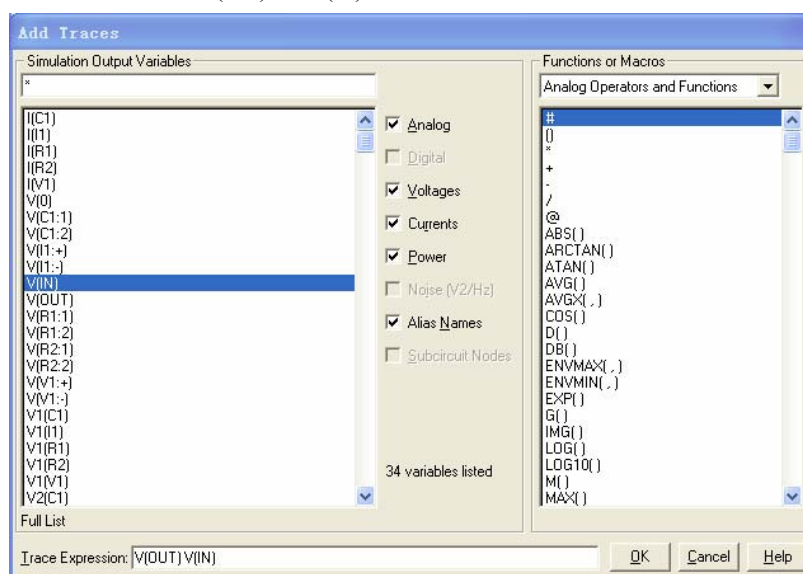
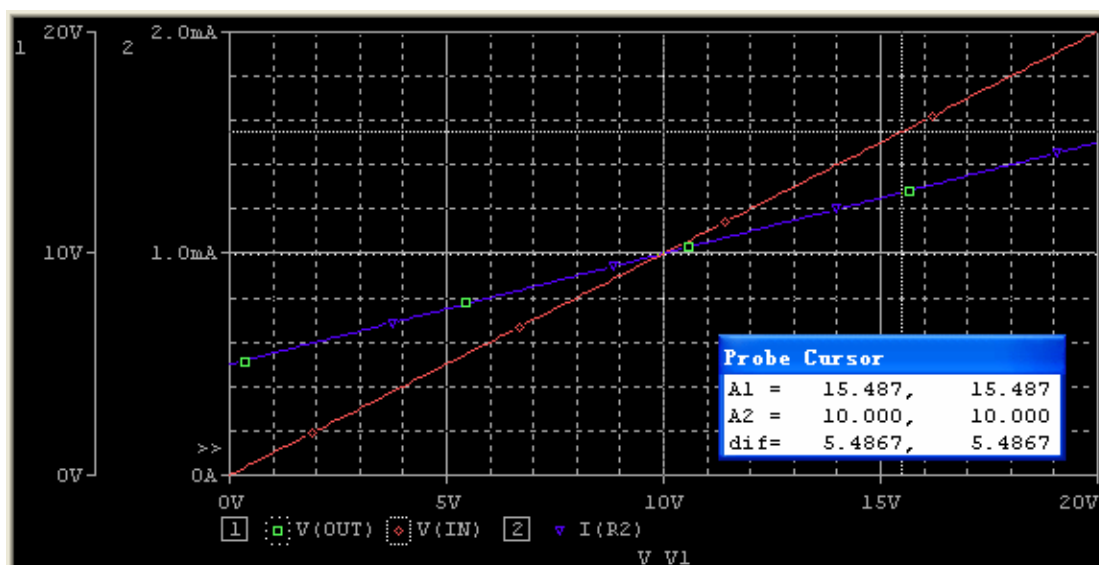

图 9：Add Traces 添加踪迹窗口
图 11: 直流扫描的结果，显示 Vout, Vin 和通过电阻 R2 的电流。光标被用于 V(out) 和 V(in) 右击一条踪迹的图例，可以改变其颜色等属性。
- 你可以添加第二个 Y 轴并用它显示电阻 R2 上的电流，就像下面图 11 显示的那样。从探针窗口菜单选择 Plot > Add Y Axis，下一步，为 I(R2) 添加踪迹。
- 为了将光标与第二个踪迹（用于 V(IN)）相关联，右击窗口底部 V(IN) 的图例。你将看到围绕在 V(IN) 周围的轮廓，当你右击第二个踪迹时光标会吸到它上面。第一个和第二个光标的值以及它们之间的差值将显示在 Probe 探针窗口。
- 在添加踪迹时你可以在踪迹上进行数学计算，如图 9，在 Add Trace 窗口的右边所示。